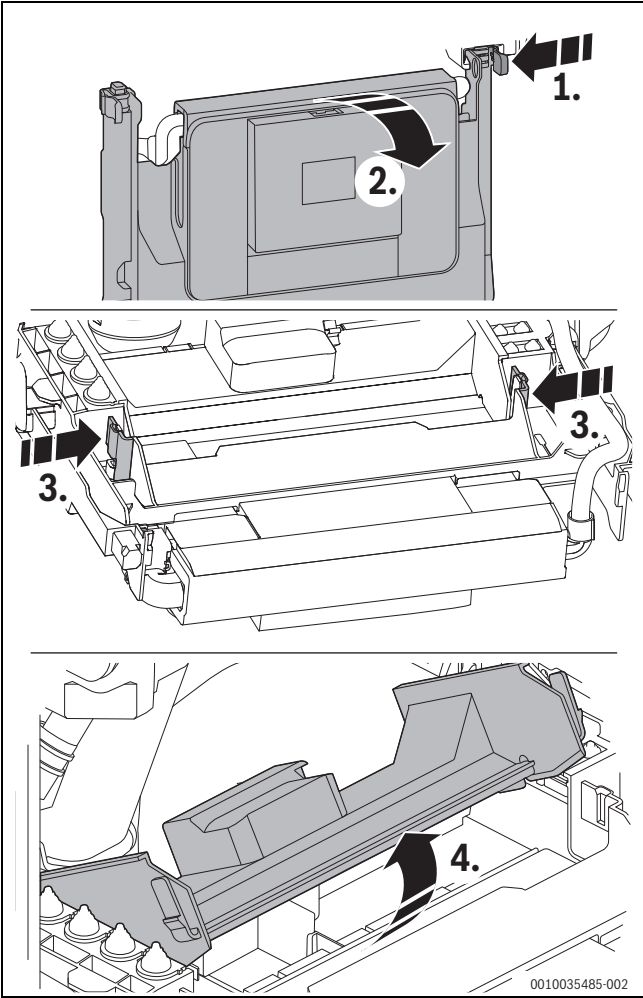

Bild 45 Steuergerät öffnen
- ▶ Steuergerät nach unten klappen (→ Bild 45).